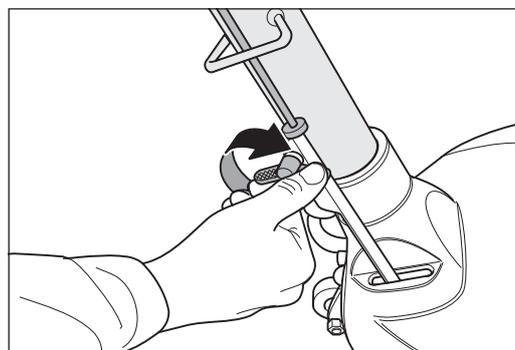
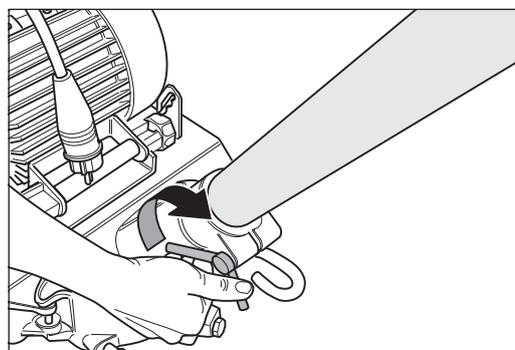

Abb. 37 Nach dem Einbau des Führungsrohres die Flügelschraube und ...
Abb. 38 ... die Flügelmutter sorgfältig festziehen.
- 5 Ziehen Sie die Flügelschraube (Abb. 37) und die Flügelmutter fest (Abb. 38).